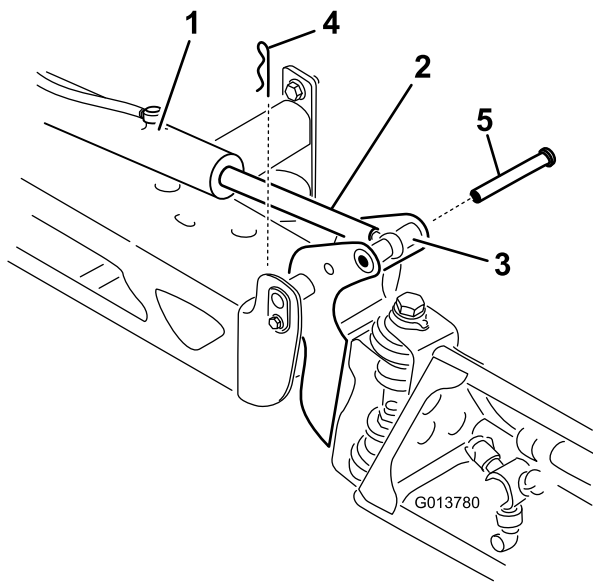

Bild 83
2. Nehmen Sie den Splint vom Lagerbolzen ab (**Bild 83**).
3. Heben Sie den Ausleger an und nehmen Sie den Stift ab (Bild 83), senken Sie den Ausleger dann langsam auf den Boden ab.
9. Halten Sie den Ausleger fest und stecken Sie den Stift durch das Auslegerscharnier und die Aktuatorstange (Bild 83).